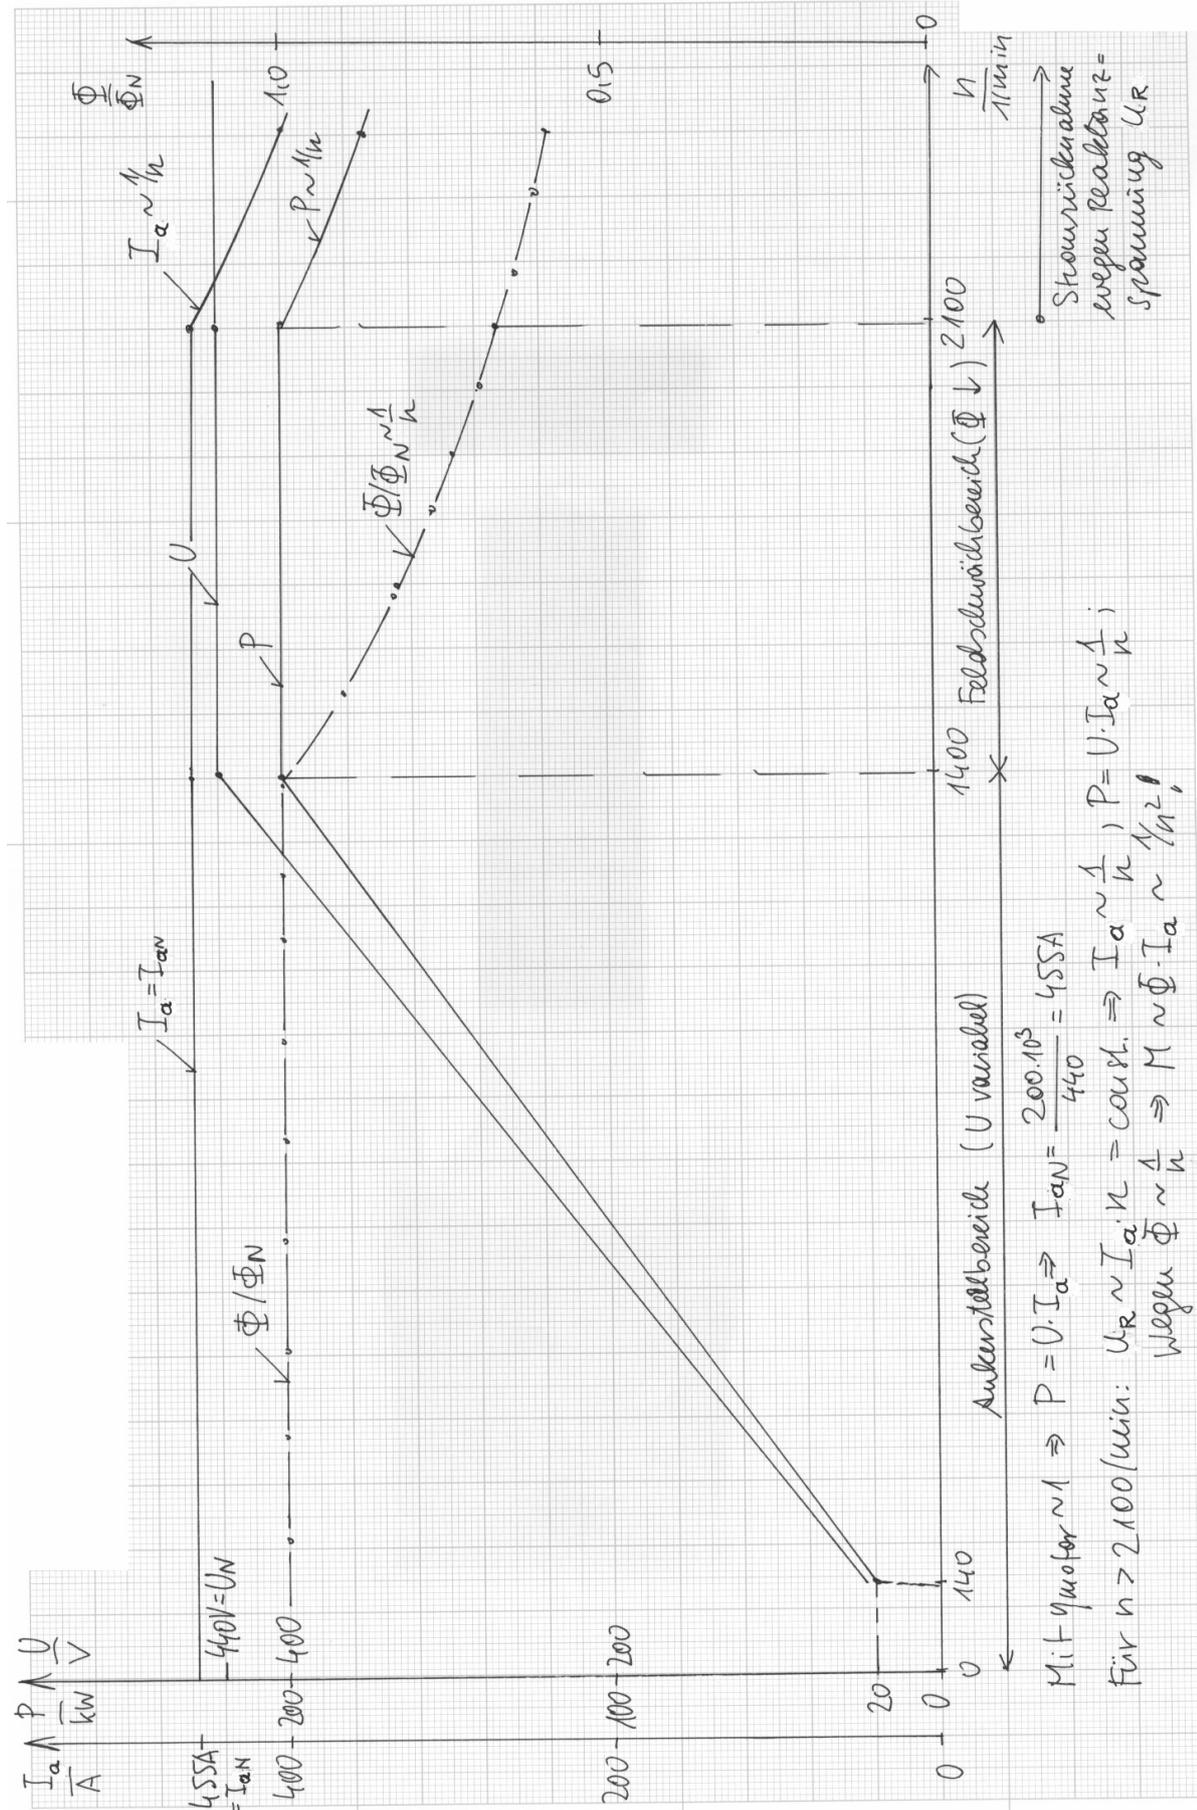

Bild 4.1-2: Spannung, Ankerstrom und Gesamtfluss in Abhängigkeit der Drehzahl
2) Spannung, Ankerstrom und Gesamtfluss in Abhängigkeit der Geschwindigkeit für obige Maschine: Bild 4.1-2.
$u_R \sim n \cdot I_a$ ,  $u_{R,max} = const.$   $\Rightarrow I_a \sim 1/n \Rightarrow P \sim U I_a \sim 1/n$ . Der Strom muss bei Drehzahlen über 2100/min reduziert werden, um die Reaktanzspannung bei steigender Drehzahl zu begrenzen (Bild 4.1-2).